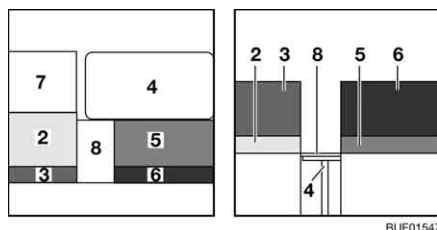

Bild 143 Under ombyggnaden
- Sväng sittlådans förlängning (Bild 143,8) uppåt och haka in den på den variabla sitsen.
- Sväng förlängningen till den variabla sitsen (Bild 143,7) uppåt och haka in den.